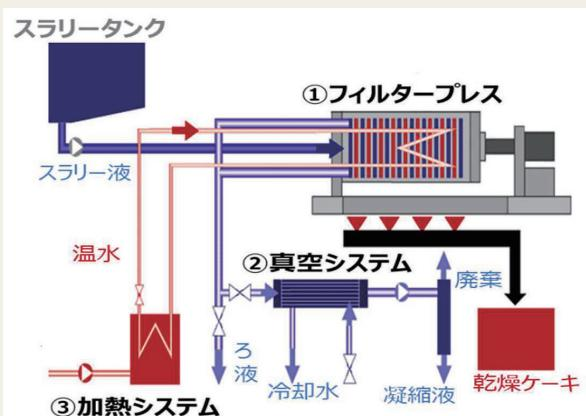

図2 ロールフィット/システム構成
ロールフィットのシステム構成を図2に示す、①フィルタープレス、②真空システム、③加熱システムで構成される。